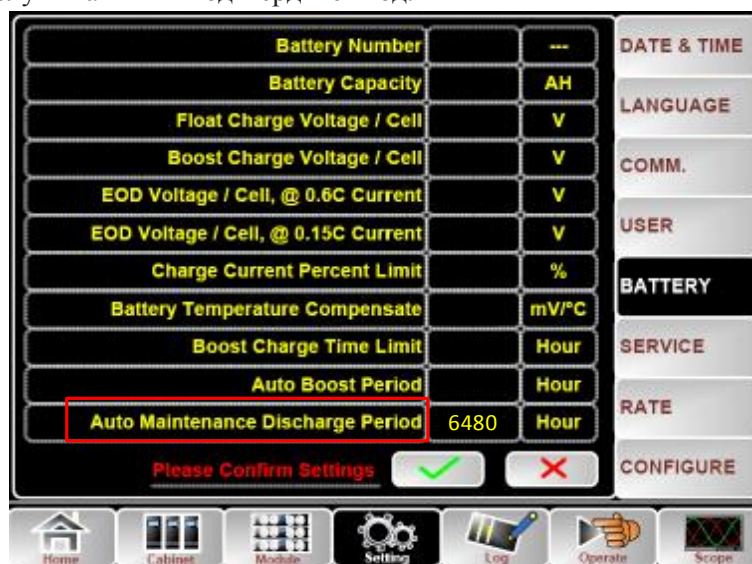

Рисунок 4-4. Установка периодичности автоматической разрядки аккумулятора
- Установите периодичность автоматической разрядки батареи. Войдите на страницу «Аккумулятор» в меню «Настройка» (см. рисунок 4-4), настройте период времени в пункте «Периодичность автоматической разрядки для техобслуживания» и подтвердите ввод.